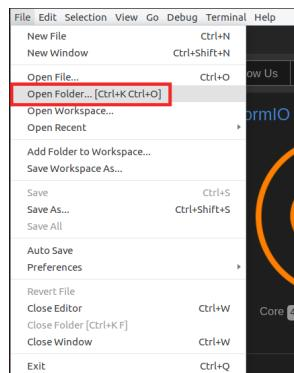

图33. 打开文件夹
- 在顶部菜单栏上，单击“File”（文件）→“Open Folder”（打开文件夹）（参见图33），然后导航至目录[RVfpgaPath]/RVfpga/examples/